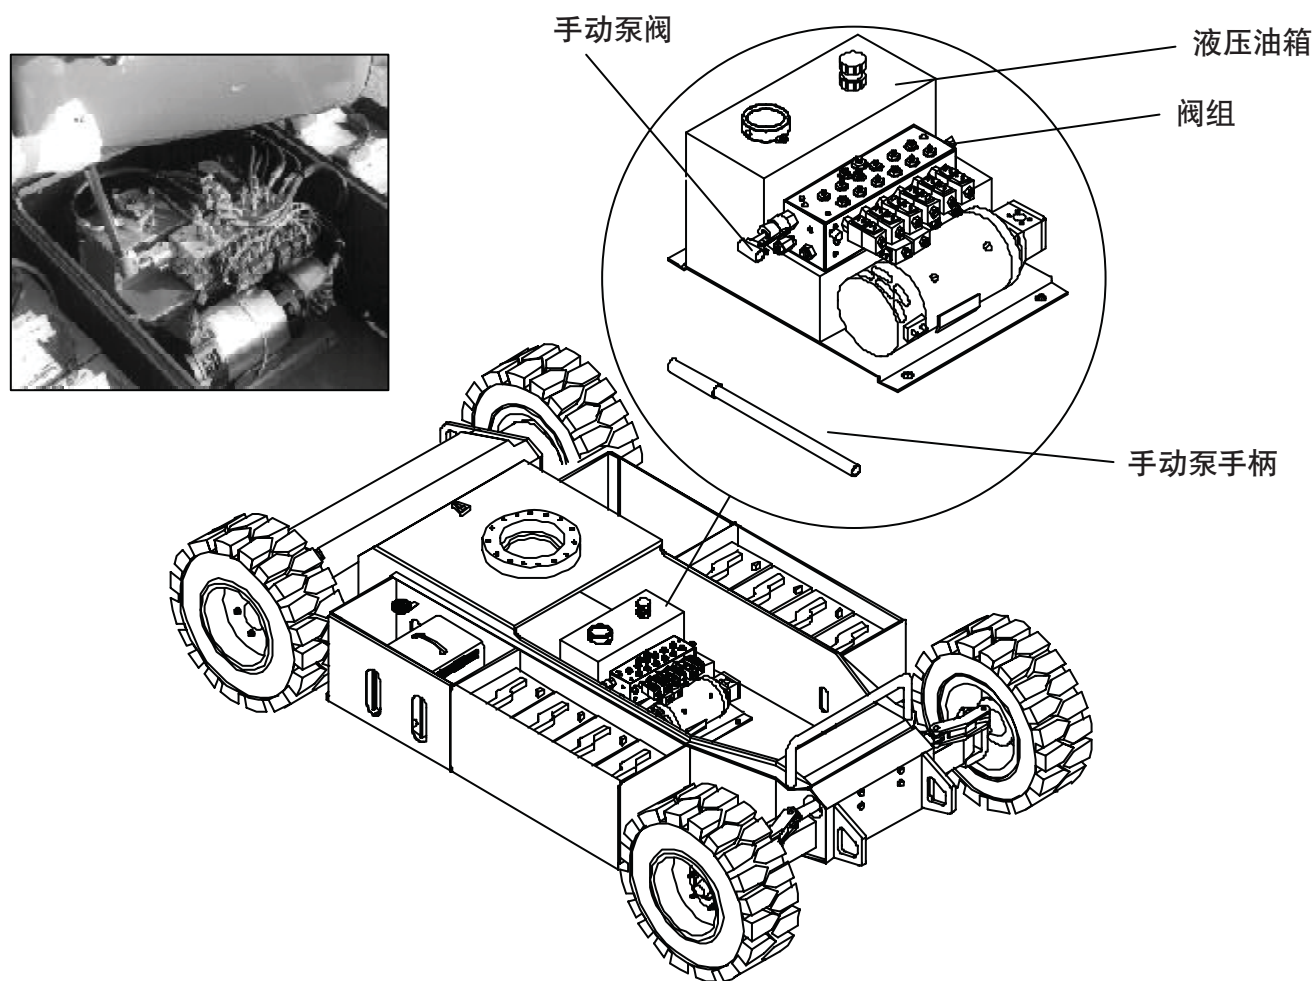

图 3-4：手动缩回伸缩臂
手动缩回伸缩臂(请参见图 3-4)
2. 手动泵安装在主集成块上。从底盘侧面的卡夹取下手动泵手柄，然后如图 3-4 所示，将手柄插入手动泵阀。